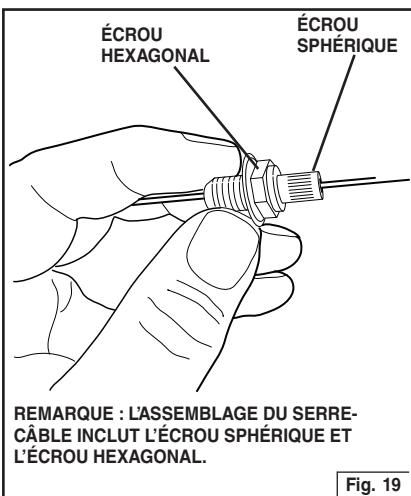

Fig. 19
2. Acheminez les câbles de sécurité le long des bras de support et insérez les supports de câble comme illustré dans la Fig. 19. Répétez pour chaque bloc d'alimentation.
- C. Poussez le serre-câble jusqu'au dessus de la hotte tout en poussant vers le bas sur l'écrou sphérique. Fig. 19.